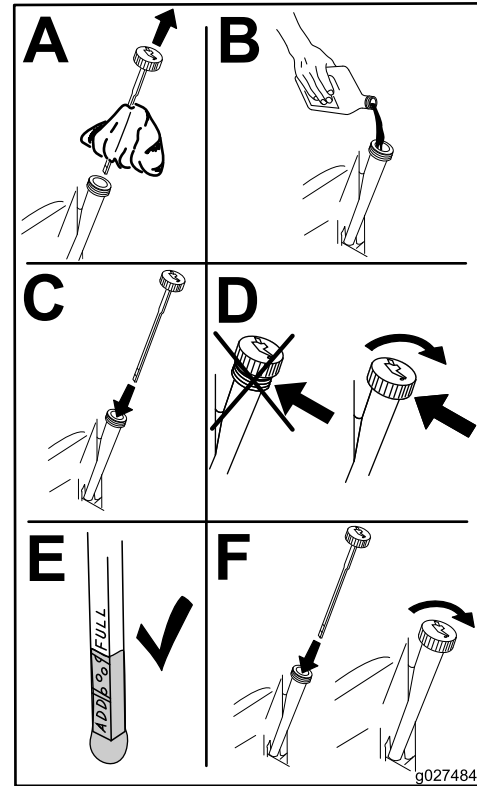

Figure 32
6. Versez lentement environ 80 % de la quantité d'huile spécifiée dans le trou de remplissage (Figure 32).
7. Vérifiez le niveau d'huile ; voir Figure 32.